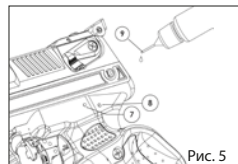

Рис. 5
- 25 После каждых 150 выстрелов смажьте спусковой механизм, закапав несколько капель масла с помощью наконечника масленки № 9 (рис.5) через отверстия № 7 и № 8. Если закончилось масло, Вы можете использовать маловязкое, жидкое антикоррозийное масло со смазочными свойствами, которое применяется в пневматических системах. Категорически запрещается использовать столовые масла и густые, нежидкие смазочные масла.